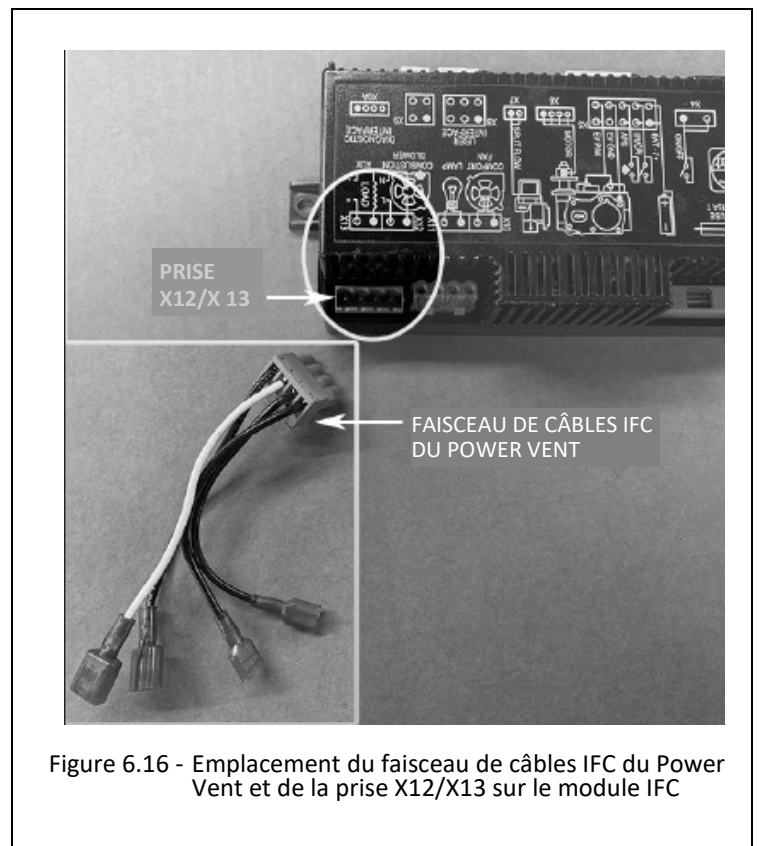

Figure 6.16 - Emplacement du faisceau de câbles IFC du Power Vent et de la prise X12/X13 sur le module IFC
5. Assurez-vous d'avoir effectué les étapes préparatoires nécessaires de la Section 7.0 avant de commencer cette étape-ci. Repérez le faisceau de câbles IFC du Power Vent, dans le paquet de composants. Branchez le connecteur dans la prise X12/X13. Voir Figure 6.16.